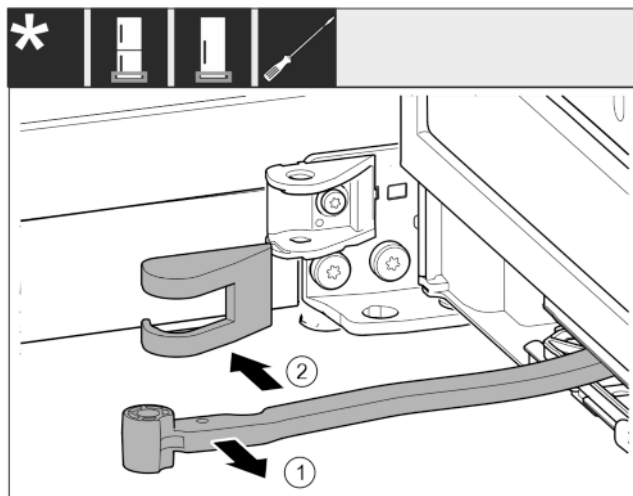

Fig. 13
- Forgassa az ajtó irányába a csuklót. Fig. 13 (1)
- Vegye le a csapágybak fedelét. Fig. 13 (2)